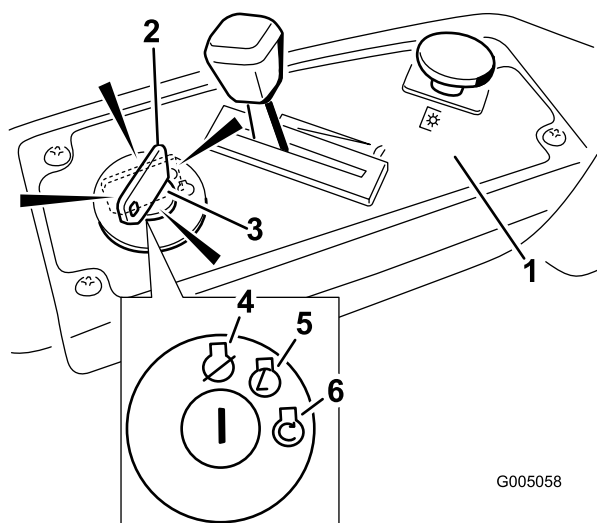

Figure 12
4. Tournez la clé de contact en position de démarrage pour activer le démarreur. Relâchez la clé quand le moteur démarre (Figure 12).
2. Placez la manette d'accélérateur entre la position haut régime et la position à mi course (Figure 12).